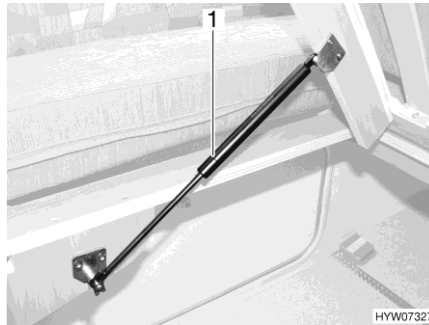

Fig. 140 Letto fisso
- Sollevare il telaio portamaterasso. Le molle a gas (Fig. 140,1) mantengono il telaio portamaterasso in posizione di apertura.